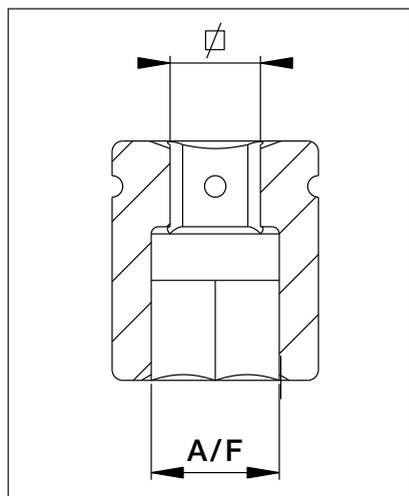

图 33
6.7 BSH 系列六角套筒的尺寸 (图 33)
6.7 BSH 系列六角套筒的尺寸 (图 33 - 续)